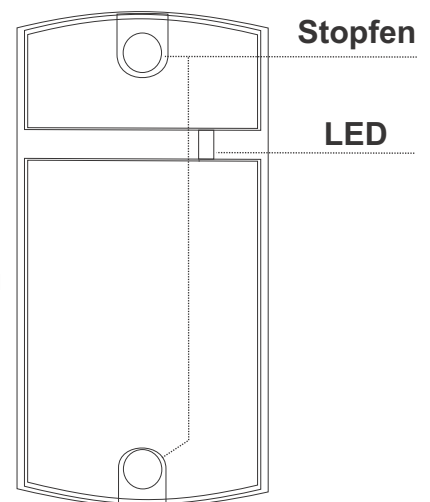

Abb. 3
- Schließen Sie die Löcher im Lesegerät mit den mitgelieferten Stopfen (Abb. 3).